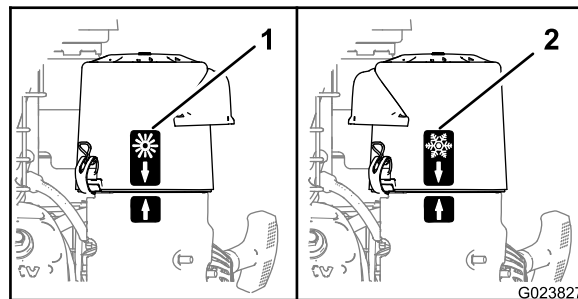

图8
- 在寒冷环境空气状况（气温寒冷且潮湿）下操作时 — 放置雪花标贴朝外的空气滤清器盖（图8）。
- 在正常环境空气状况下操作时 — 放置太阳标贴朝外的空气滤清器盖（图8）。